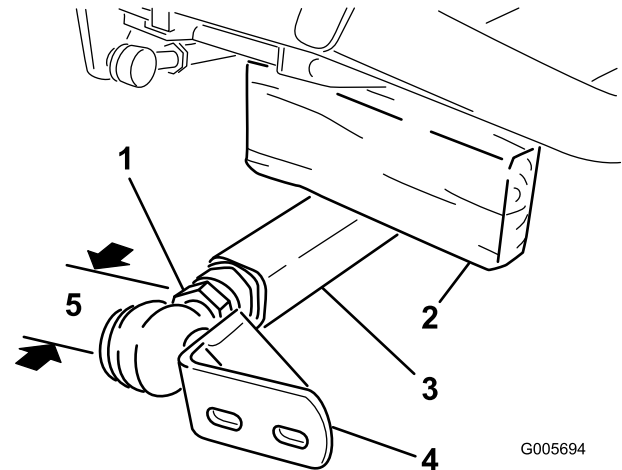

Figura 6
4. Inserte un bloque de madera de 51 x 102 mm entre el bastidor y la parte superior del brazo de empuje (Figura 6).
5. Enrosque la articulación esférica en el brazo de empuje izquierdo hasta que el centro de la articulación esférica esté a 60 mm de la parte delantera del brazo de empuje (Figura 6).